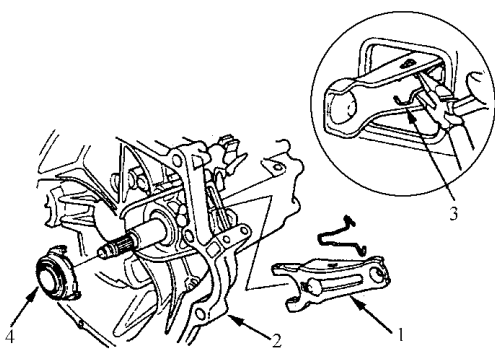

图 4-23 拆卸分离轴承
- 1) 如图 4-23 所示，借助手钳，通过挤压分离叉离合杆簧，将分离叉从离合器壳体上拆下来。拆除分离轴承。